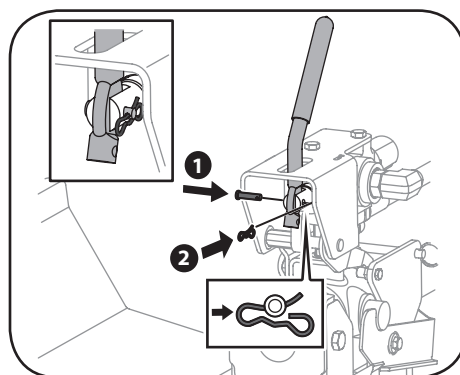

Figura 3-2
3. Instale el pasador de horquilla y el sujetador de horquillas a la manija. Vea la Figura 3-2.